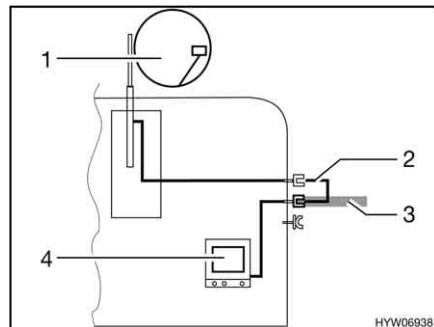

Fig. 117 TV dans le véhicule
- TV dans le véhicule (Fig. 117,4) : Raccord à l'antenne sur le toit (Fig. 117,1) avec câble d'alimentation (Fig. 117,2)
- TV dans le véhicule (Fig. 117,4) : Raccord à l'antenne extérieure (Fig. 117,3)